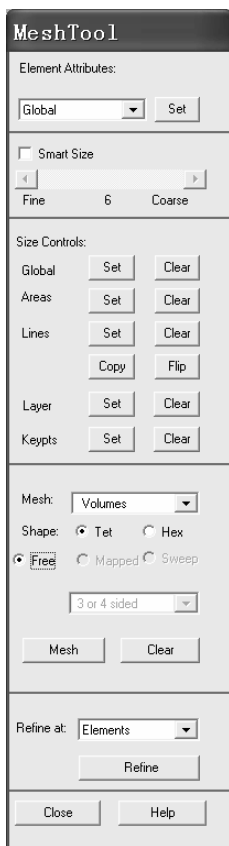

图 2-164 “MeshTool”窗口
(19) 依次选择 Main Menu>Preprocessor>Meshing>MeshTool, 弹出 “MeshTool” 窗口 (见图 2-164)。